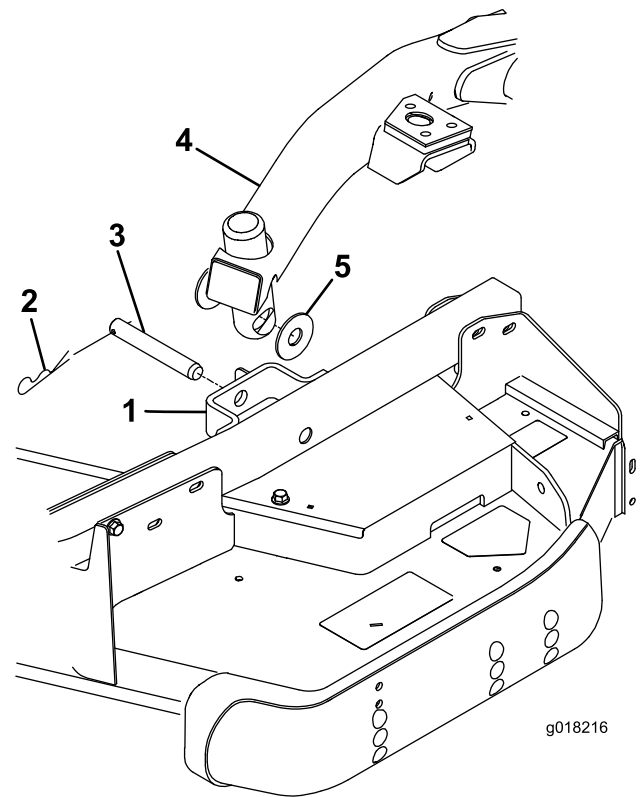

図 5
- 昇降アームとキャストアームブラケットの間にスラストワッシャを入れ **図 5**、コッターピンを、キャストアームタブのスロットに差し込んで固定する。
1. カッティングユニットの各キャストアームのブラケットから、スラストワッシャ2枚、クレビスピン1本、ヘアピンコッター1本を取る **図 5**。
3. 昇降スイッチを前位置フロート位置にセットする。昇降レバーを押し下げて、昇降アームの穴とキャストアーム・ブラケットの穴とを整列させる **図 5**。